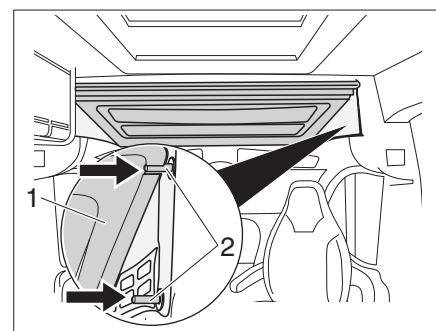

Figure 28 Multiroof, rabattu vers le haut
- ▷ Lors de l'abaissement du Multiroof (Figure 28,1), veiller à ce que celui-ci repose correctement à gauche et à droite sur les deux goupilles de verrouillage (Figure 28, 2).
Le Multiroof (Figure 28, 1) peut être positionné à deux hauteurs différentes avec les goupilles de verrouillage (Figure 28, 2).
- Soulever le Multiroof (Figure 28,1) d'une main. Avec l'autre main, appuyer sur la goupille de verrouillage supérieure et/ou inférieure (Figure 28, 2) et clipser le Multiroof dans la position souhaitée.
- En appuyant doucement vers le haut, extraire le Multiroof (Figure 28,1) de l'arrêtoir des goupilles de verrouillage (Figure 28, 2).